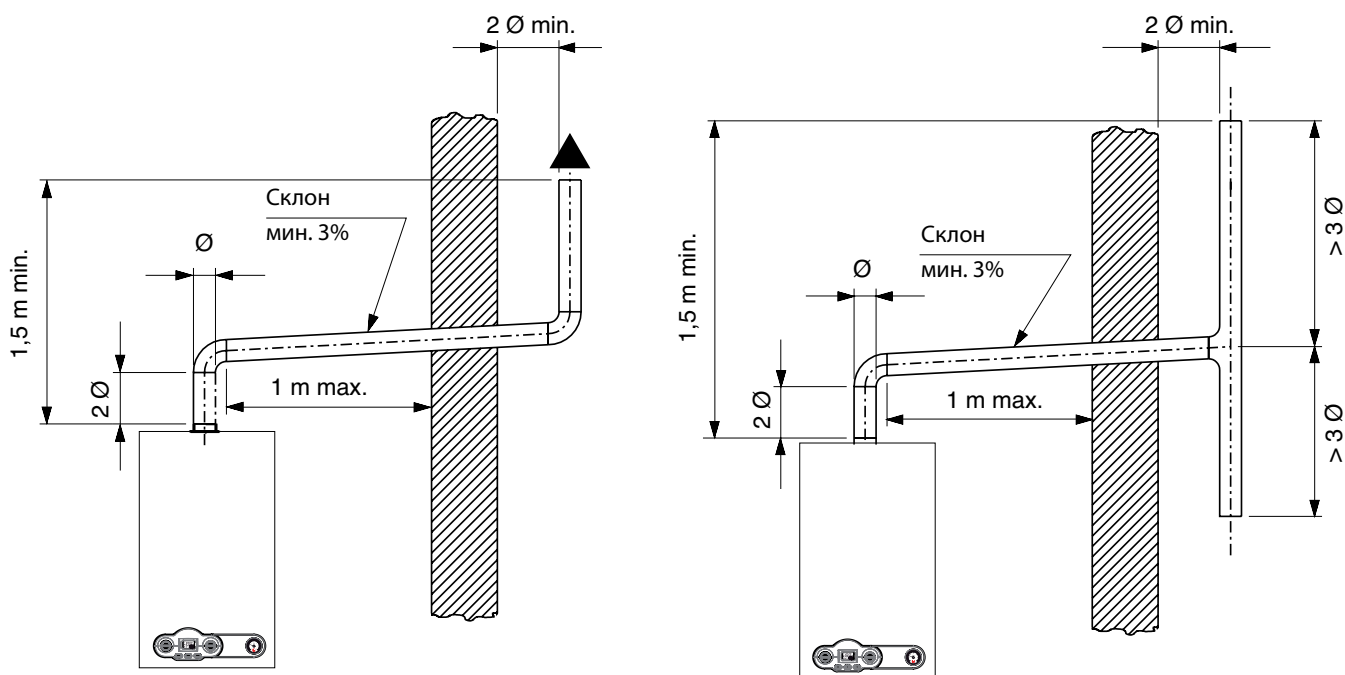

рис. 9
- вытяжной блок должен находиться выше уровня крепления вытяжной трубы к котлу не менее чем на 1,5 м (см. рис. 9).